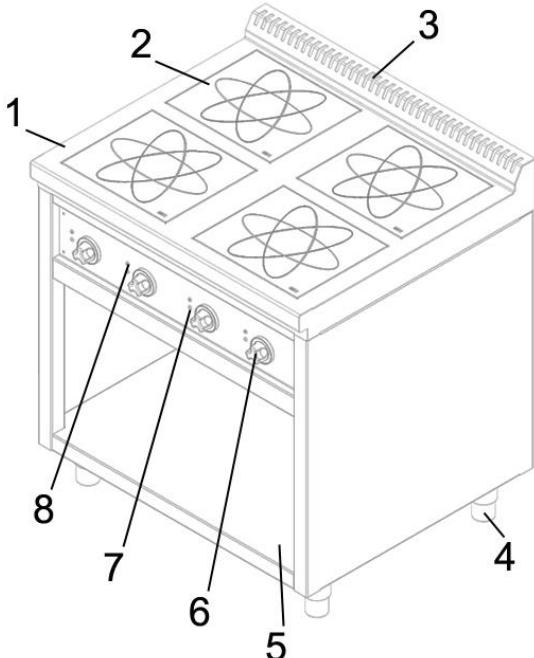

Рис. 1 Общее устройство индукционной плиты
На рис.1 представлено общее устройство индукционной плиты.
В зависимости от модели на столе плиты 1 (рис.1) располагается от 1 до 6 индукционных конфорок. Индукционная конфорка предназначена для приготовления продуктов в специальной магнитной посуде и представляет собой стеклокерамическую поверхность 2 (рис.1) под которой располагается катушка. Интенсивность нагрева конфорки регулируется ручкой 6 (рис.1), расположенной на лицевой панели устройства. При значении «0» на ручке устройство – выключено. Рядом с ручкой находится световой индикатор 8 (рис.1), сигнализирующий о правильной работе устройства и пиктограмма 7 (рис.1), показывающая месторасположение конфорки. Коллектор 3 (рис.1) имеет вентиляционные отверстия, через которые удаляется теплый воздух из внутреннего пространства устройства. Горизонтальность плиты регулируется с помощью ножек 4 (рис.1). В напольных моделях плит имеется ниша 5 (рис.1) для хранения кухонного инвентаря, которая может комплектоваться распашными дверьми.
- Плавно поверните регулятор 6 (рис.1) **по часовой стрелке** и установите необходимую для работы мощность от 1 до 8 (точки, находящиеся между цифрами, также являются полноценными уровнями мощности).
- Переключение режимов сопровождается одиночным миганием светового индикатора 8 (рис.1) красным светом и коротким звуковым сигналом.
- Если конфорка «видит» посуду, то индикатор 8 (рис.1) загорится ровным зеленым светом. Если конфорка «не видит» посуду – зеленый индикатор будет мигать.